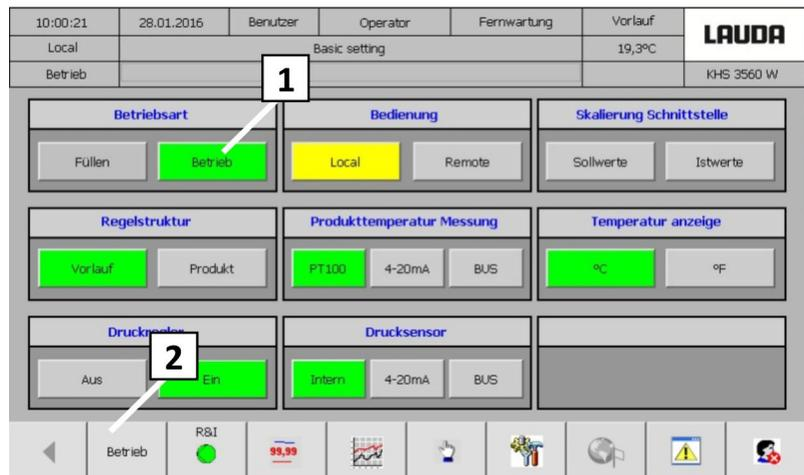

Fig. 73: Pantalla Configuración básica
**14.** Cambiar el selector en la pantalla táctil de la posición "Llenado" a "Funcionamiento" (Fig. 73 [1])
**16.** Activar Funcionamiento en la pantalla (Fig. 73 [2])